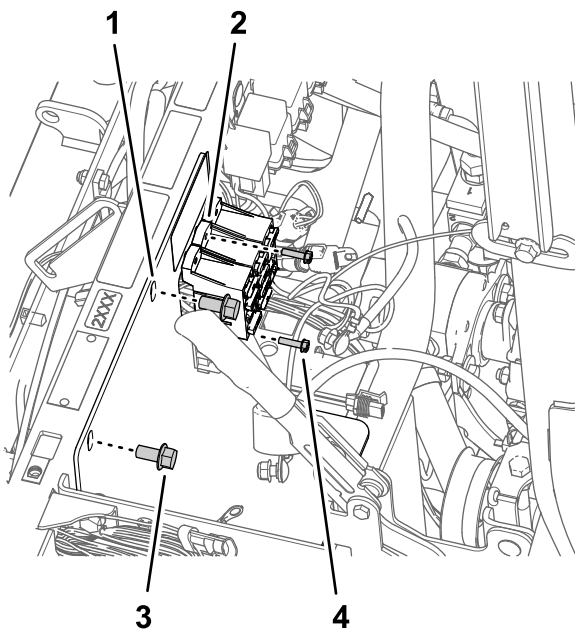

Рисунок 172
3. Удалите болты (10-24 x ¾ дюйма) и гайки (10-24), которые крепят блоки предохранителей к кронштейну аккумуляторной батареи (Рисунок 172).
4. Отверните 2 болта с фланцевыми головками ($\frac{3}{8}$ x $\frac{3}{4}$ дюйма), которые крепят кронштейн аккумулятора к трубе опоры амортизатора машины (Рисунок 172).